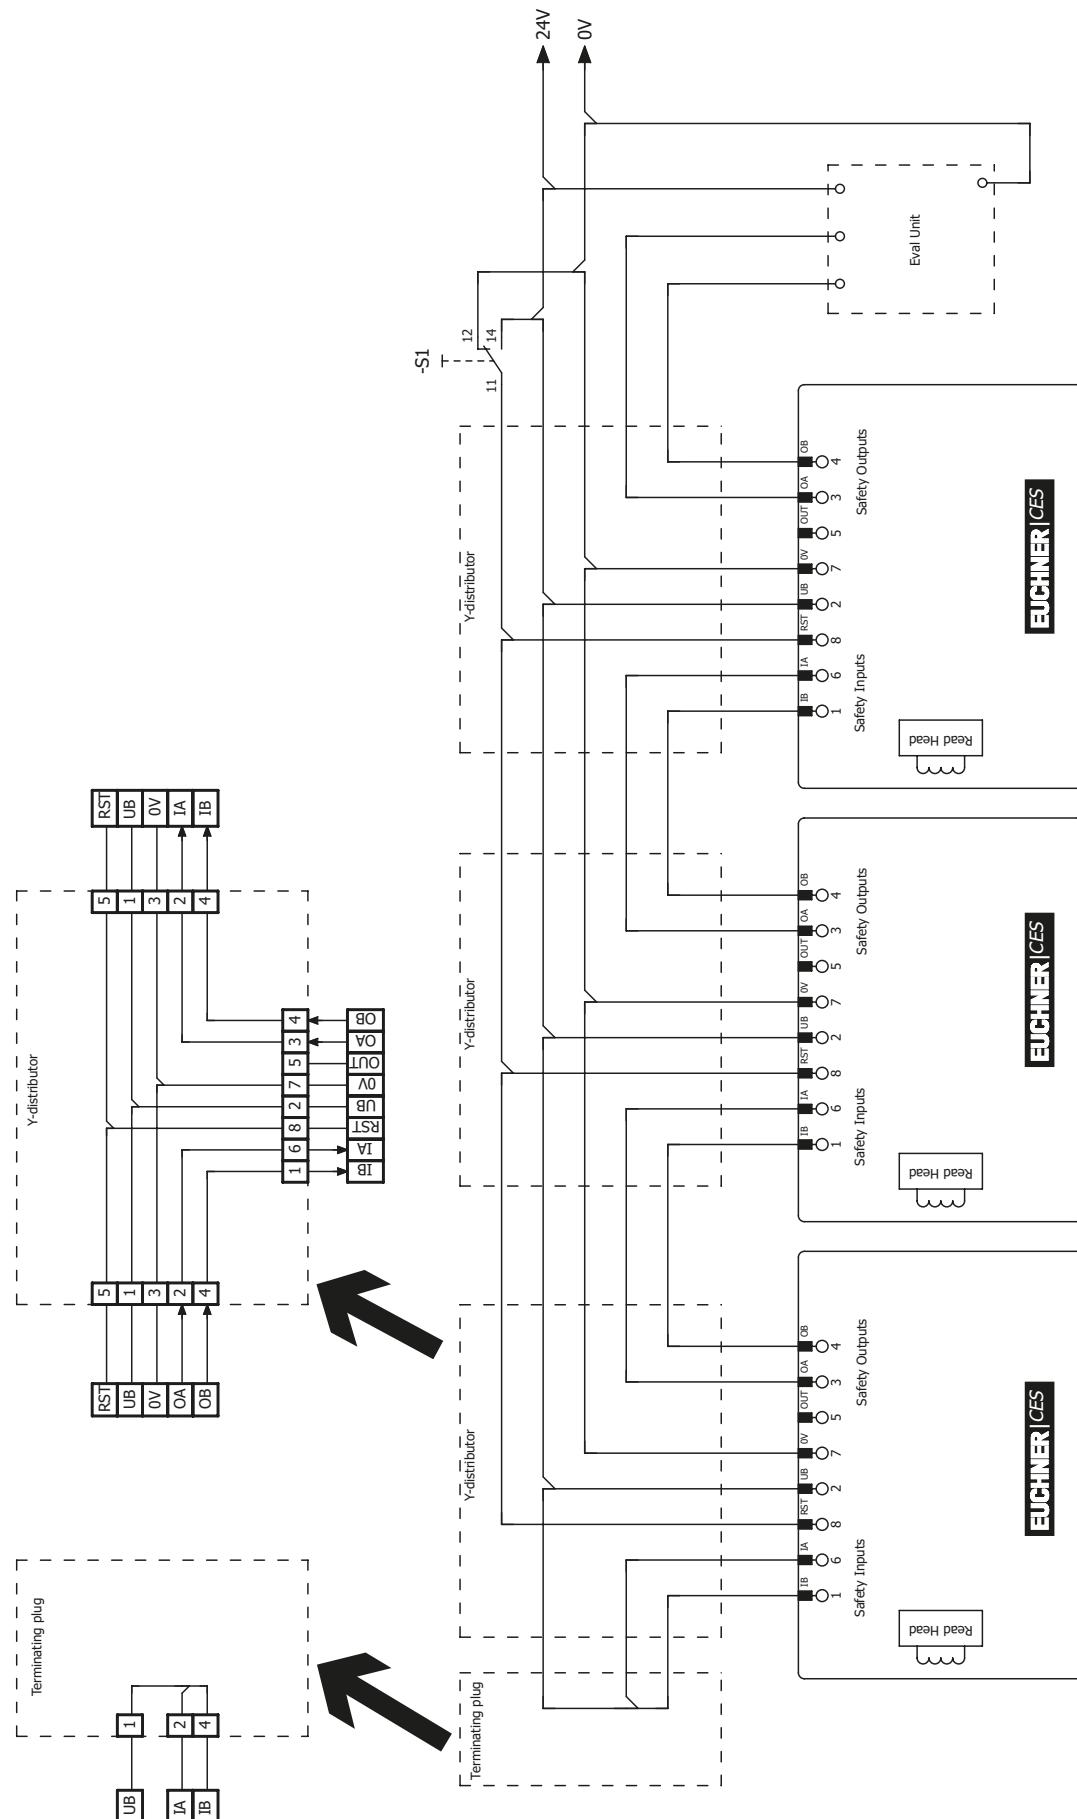

图4: 配有复位和转换开关的串联接配线示例
- 开关链中的所有开关都必须使用共同的信号。这可以是转换开关或控制系统的输出。不宜使用按钮，因为工作时复位必须始终连接到GND（请参见第18页图4中的开关S1）。
为此，必须按图4见第18页所示连接输入RST。